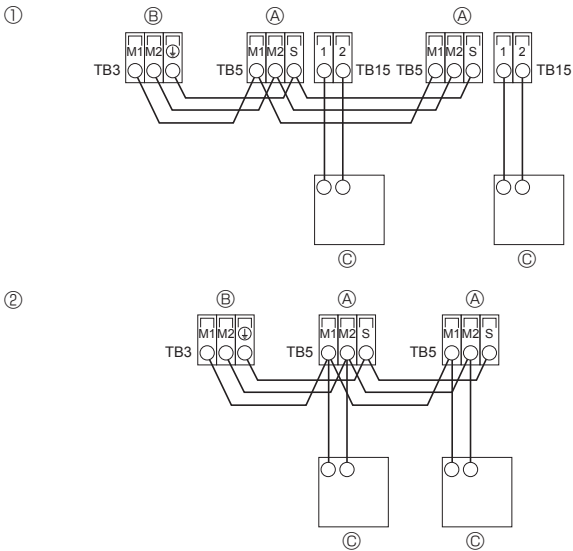
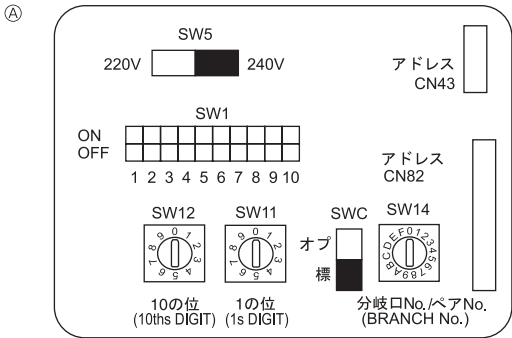

Fig. 4-3
Fig. 4-4
4.4. Ligação dos cabos de transmissão do controle remoto e das unidades interior e exterior (Fig. 4-3)
- ① Controle remoto MA
- ② Controle remoto M-NET
4.5. Definição dos endereços (Fig. 4-4)
- ① Como definir os endereços
- ② Como definir os números de bifurcações SW14 (Somente a série R2)
4.6. Medição da temperatura da peça com a sonda incorporada no controle remoto (Fig. 4-4)